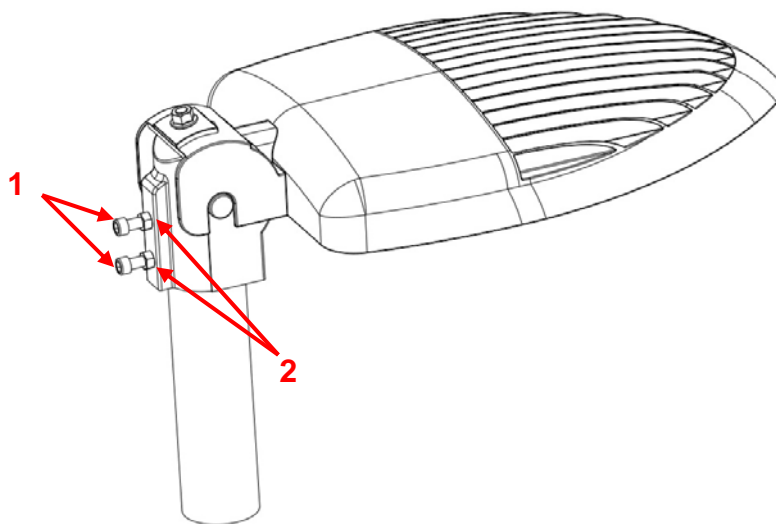

Fig. 7
Når armaturet er plassert på arm/topp strammes umbrako settskruer (1) som vist i fig. 7 med nøkkel størrelse 15. Disse låses ved å etterstramme mutter (2) med 6-kant nøkkel M17.
Carefully tighten the allen screws shown in fig. 7 (1) using an allen wrench size 15 and then tighten the nuts (2) using M17 spanner.